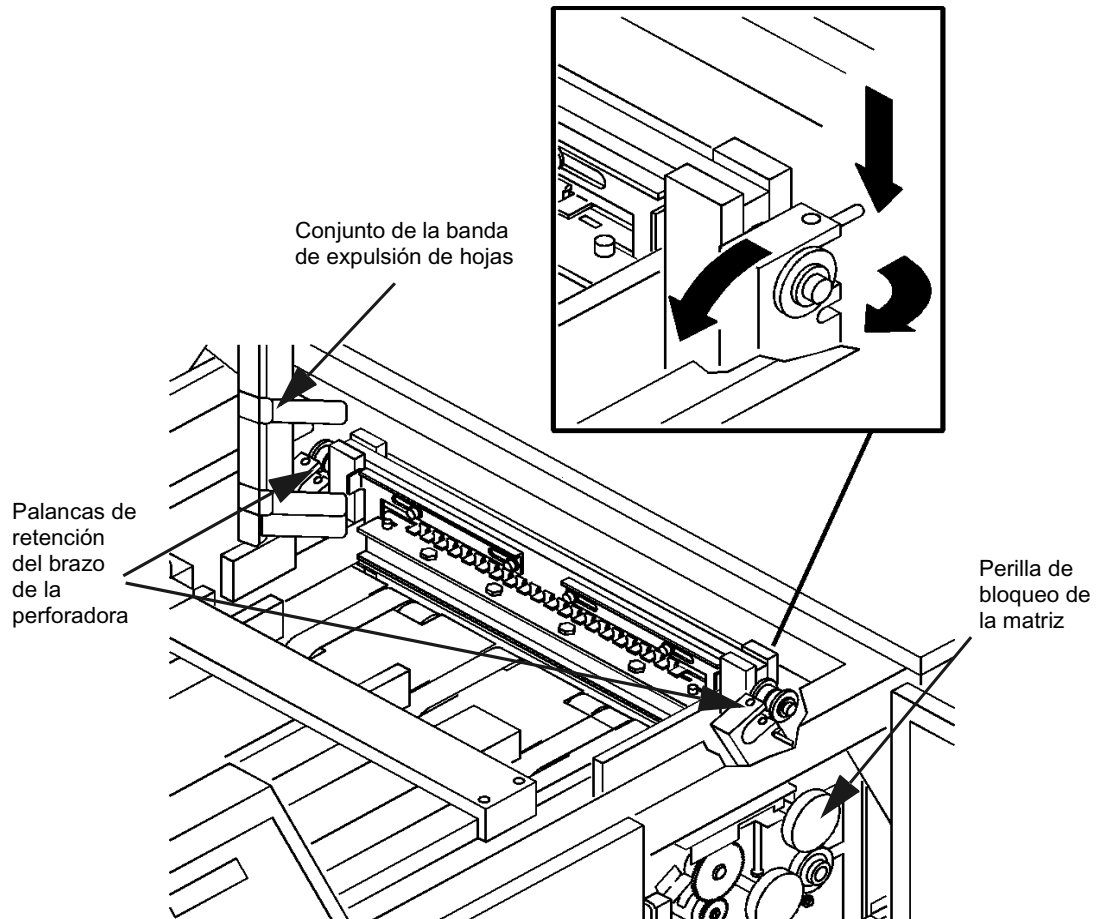

Figura 2-2: Desbloqueo del conjunto de la matriz
- 3 Abra el conjunto de la banda de expulsión de hojas tal como aparece en la figura 2-2.
- 4 Afloje hacia abajo y hacia el lado las palancas de retención del brazo de la perforadora tal como aparece en la figura 2-2.
- 5 Para desbloquear la matriz: gire la perilla de bloqueo de la matriz en el sentido de las manecillas del reloj hasta que sienta un "clic", tal como se muestra en la figura 2-2. No continúe girando pasado ese punto o volverá a bloquear la matriz.